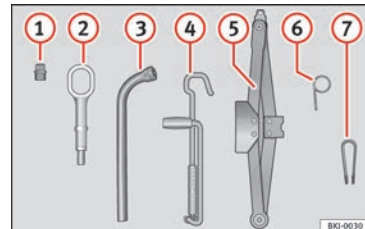
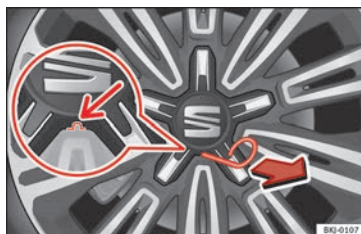

Fig. 76 En el maletero, bajo la cubierta de la superficie de carga: herramientas de a bordo.
Fig. 78 Desmontar el embellecedor central de rueda.
- Enganche el gancho de alambre (herramientas de a bordo » **fig. 76 (6)**) en uno de los rebajes del embellecedor central de rueda.
- Enganche el gancho de alambre (herramientas de a bordo » **fig. 76 (6)**) en el alojamiento destinado a ello » **fig. 78**.
- Tire de él para desmontar el embellecedor » **fig. 78**.